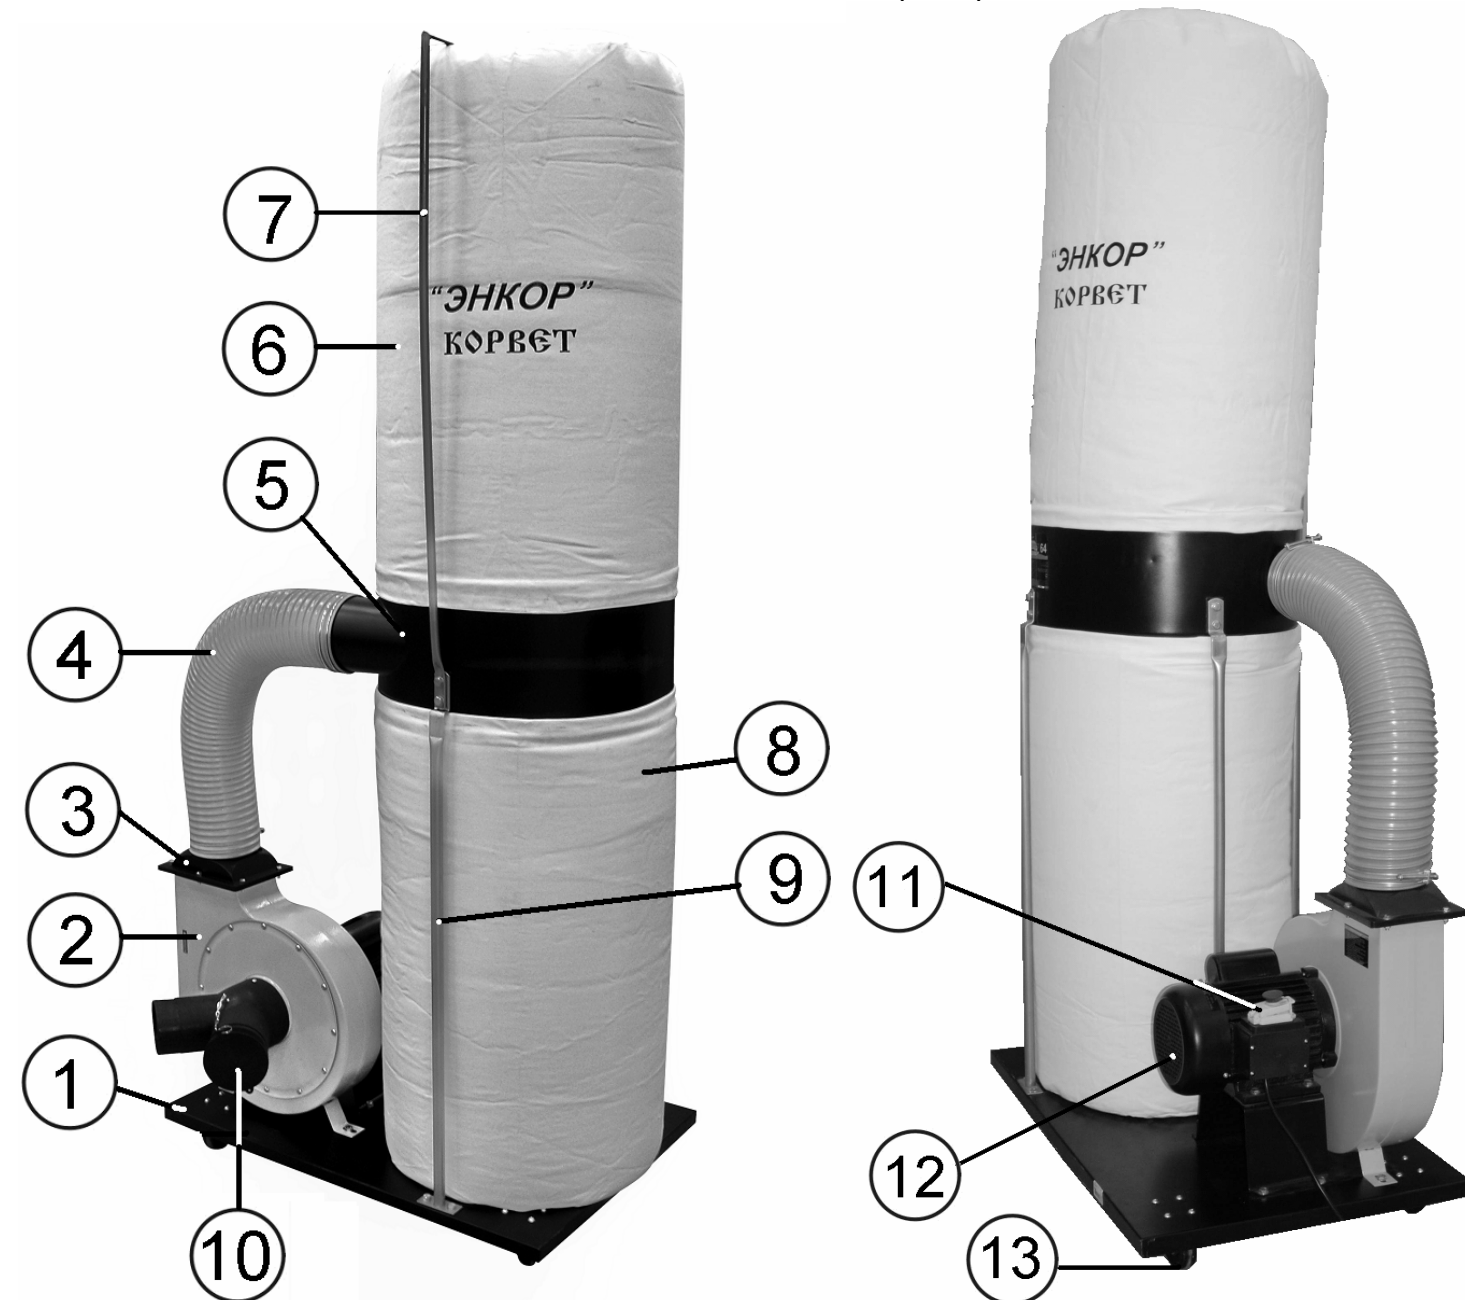

Рис.2.
6. УСТРОЙСТВО ПЫЛЕСОСА (Рис.2)
8.8. Закрепите винтом входной переходник (10) на входном патрубке корпуса вентилятора (2), Рис.2.
11.1. Пылесос рассчитан на работу с двумя деревообрабатывающими станками и машинами (строгальными, пилами и т. п.) и соединяется с ними шлангами диаметром 100 мм через входной переходник (10), Рис.2. При необходимости работы пылесоса с одним деревообрабатывающим станком снимите шланг с неиспользуемого канала входного переходника, а канал закройте крышкой.